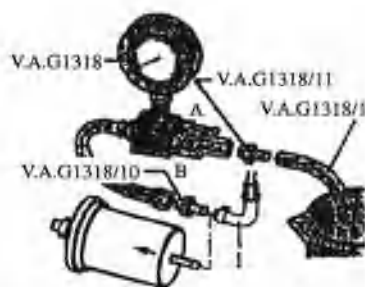

图 2.27 从滤清器上断开软管
- ① 拆下加油口盖,打开发动机舱盖,松开管接头,并用抹布将溢出的燃油吸去。如图
② 打开压力测试仪的截止阀(手柄指向 A,即燃油流动方向),操纵遥控器,慢慢关闭压力测试仪的截止阀(手柄指向 B,即与燃油流动方向垂直),直至压力显示为 400kPa,这时不再移动截止阀,倒空测试量杯。
③ 用测试辅助导线 V.A.G1594 将万用表连接到蓄电池上,操纵遥控器 30s,检查蓄电池电压与输油量的变化是否符合有关规定。若未达到最小输油量,应检查燃油管是否有扭曲或堵塞现象。
④ 如图 2.27 所示,从滤清器上断开软管,用适配器 V.A.G1318/10 将压力测试仪 V.A.G1318 接到软管上,检测输油量。